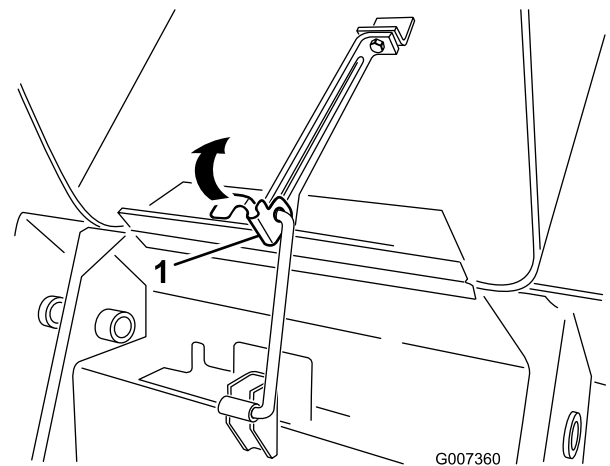

Figura 27
1. Levante la pestaña que sujeta la varilla de soporte (Figura 27)